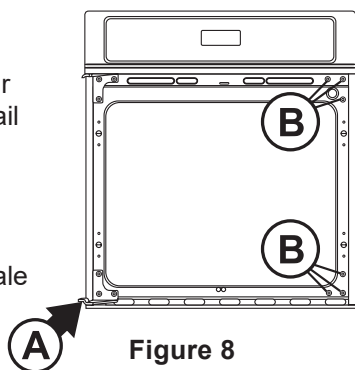

Figure 8
3.1.5. Replacez la vis du pivot (Voir A, Figure 8) à sa position initiale sur la charnière.
- 3.2.1. Enlevez les six (6) vis et rondelles du côté droit de l'encadrement (Voir B, Figure 8). Conservez ces vis pour les réinstaller à l'étape 6.2.5.